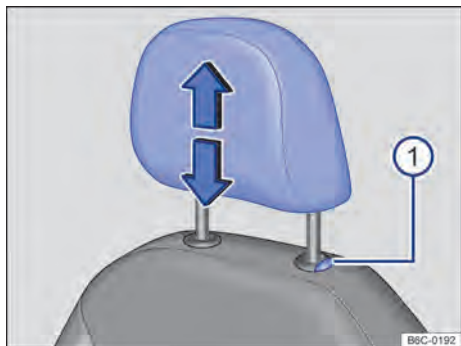
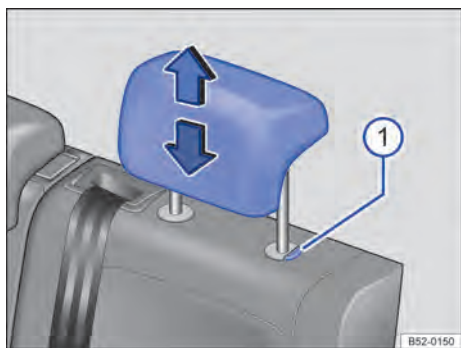

Fig. 65 Apoyacabezas delantero: ajustar.
Fig. 66 Apoyacabezas trasero: ajustar.
- Deslocar el apoyacabezas hacia arriba o hacia abajo en la dirección de la flecha con la tecla → fig. 65 ⓘ o → fig. 66 ⓘ presionado en *Introducción al tema*.